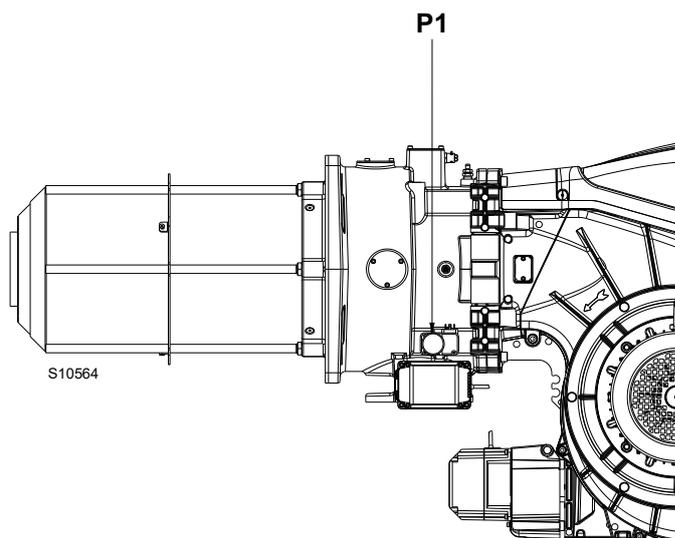

Abb. 25
- den Wert des Brennkammerdrucks von dem an der Entnahmestelle P1 (Abb. 25) gemessenen Gasdruck abziehen.
Um den an der Entnahmestelle P1) (Abb. 25) erforderlichen Gasdruck zu berechnen, die MAX. Leistung einstellen, bei der Brenner arbeiten soll:
- Den Druck am Anschluss P1)(Abb. 25) ablesen.
An der Entnahmestelle P1)(Abb. 25) erforderlicher Druck.